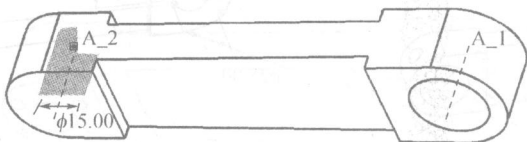

图 7-16
② 点击粘贴按钮 → 按住右键选择【Secondary References Collector(第二参照收集器)】→ 点选 A_2 轴作为定位轴 → 修改直径为“15.00”, 如图 7-16 所示。